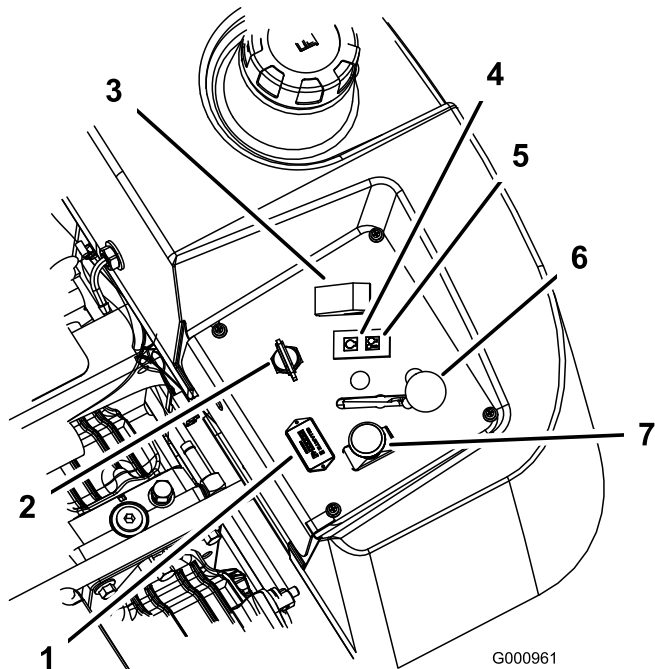

Figura 11
4. Mueva la toma de fuerza (PTO) a la posición Desengranada (Figura 11).